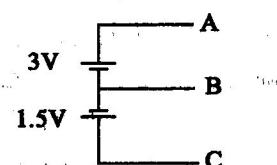

图 1-14 电压的判断
**【例 1-2】** 如图 1-14 所示，试分析分别以 A、B、C 这 3 个点为参考点时的  $V_A$ 、 $V_B$  和  $V_C$  以及  $U_{AB}$ 、 $U_{BC}$  和  $U_{AC}$ 。